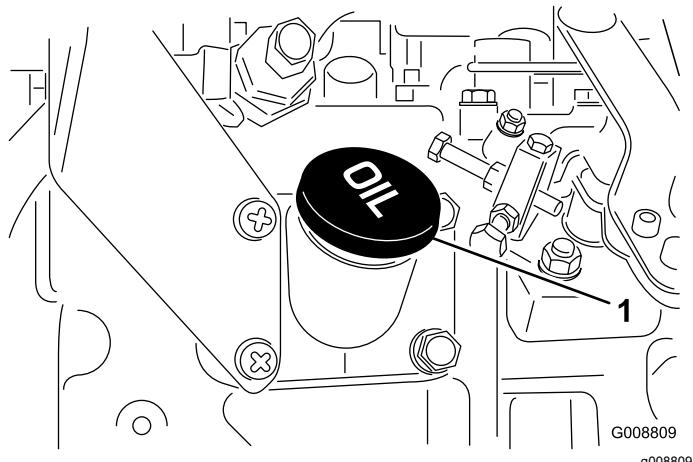

Bild 19
2. Wenn der Ölstand unter dem sicheren Bereich liegt, nehmen Sie den Fülldeckel ab (**Bild 19**) und gießen Sie genug Öl ein, um den Ölstand bis zur VOLL-Markierung anzuheben. **Füllen Sie nicht zu viel ein.**